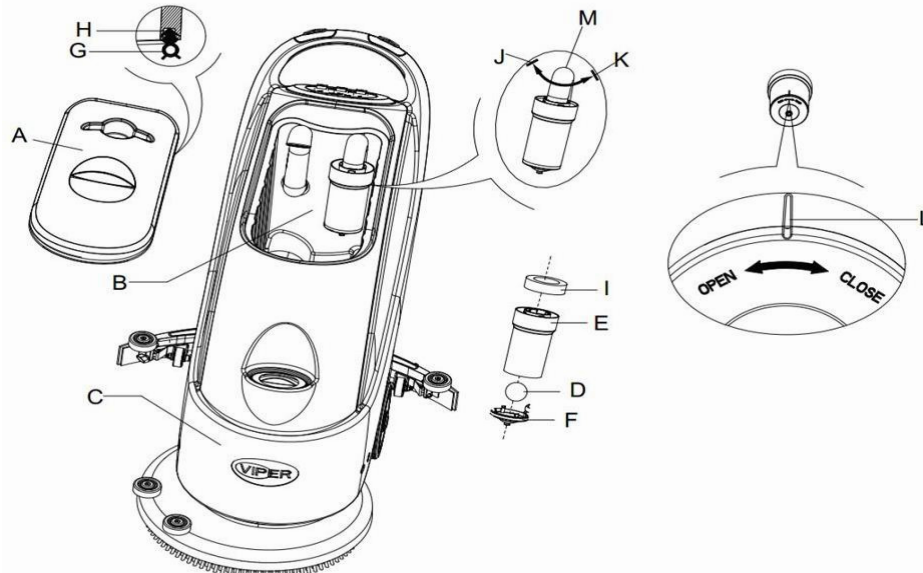

Figura 16
2. Pressione o interruptor de energia (41) para a posição “O” para desligar a máquina.
3. Abra a tampa do tanque de recuperação (A, Figura 16), e retire o dispositivo de flutuação (36) do tanque de recuperação.
4. Utilize água pura para limpar a tampa (A), o tanque de recuperação (B e C), e o encaixe de suporte do filtro de flutuação (E). Drene toda a água do tanque através do tubo de recuperação (15).
5. Se necessário, seguindo os símbolos “Abrir” e “Fechar” como mostrado na Figura 16, abra a tampa inferior (F) do filtro de flutuação e limpe o objecto flutuante (D), o encaixe de suporte de filtro de flutuação (E), e a esponja do filtro (I). Após a limpeza, fixe o objecto de flutuação ao encaixe de suporte de filtro de flutuação (E), e alinhe a ranhura (L) da tampa inferior (F) do filtro de flutuação com a ranhura (L) encaixe de suporte de filtro de flutuação (E). Aperte bem a tampa inferior (F) do filtro de flutuação, e fixe a esponja do filtro (I) no encaixe de suporte de filtro de flutuação (E), e de seguida no tubo de vácuo (M).
6. Verifique a solidez do anel de selagem (G) da tampa do tanque de água.
Se necessário, a fita de selagem do tanque de água (G) pode ser retirada da ranhura (H) e substituída. Quando montar uma fita de selagem para o tanque de água, como mostrado na Figura 16 abaixo, instale o conector na secção do meio da parte traseira.
7. Verifique se a superfície receptora da fita de selagem (G) está intacta e sela adequadamente.
8. Feche a tampa do tanque de recuperação (A).